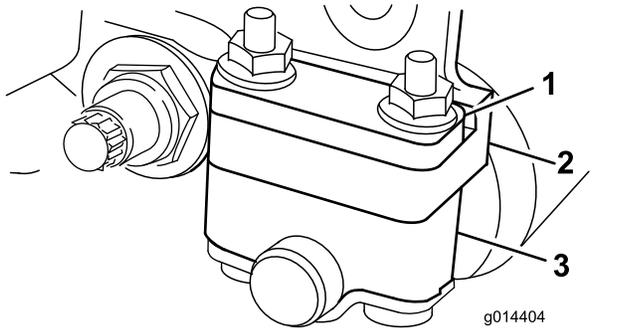
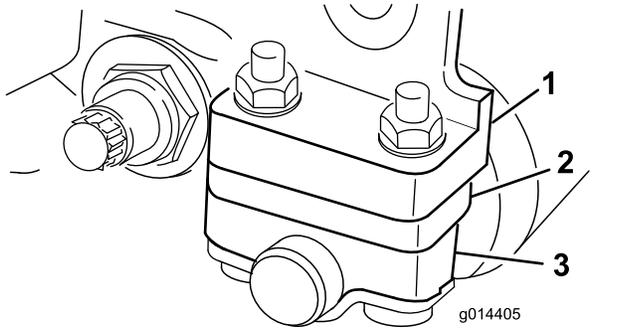

图15
图16
根据您想要的剪草高度范围需要将后滚筒支架图15 或 图16 调整到较低或较高的位置
- 如 图15 所示当剪草高度设置介于 1.56mm 之间时将隔片放在侧板安装法兰的上方出厂设置。
- 如 图16 所示当剪草高度设置介于 3.25mm 之间时将隔片放在侧板安装法兰的下方出厂设置。
4. 需要时将隔片放入滚筒支架上方或下方的螺栓上 图 15 或 图 16。